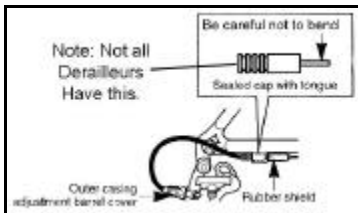

Fig. 9
- ⚡ Through the derailleur cable housing, and to the rear derailleur (See Fig. 9)